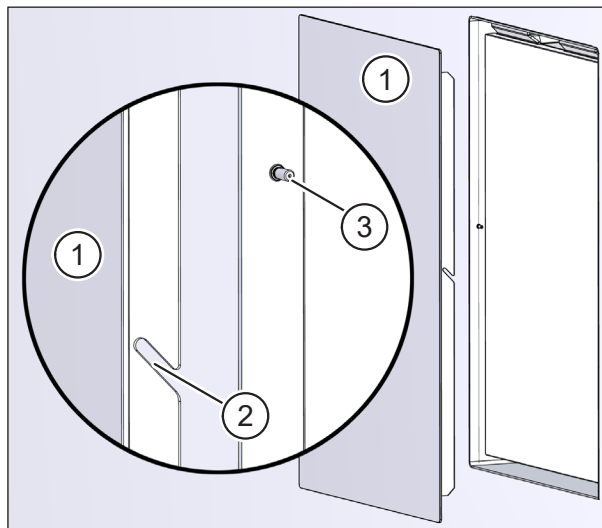

Fig. 45: Montarea plăcii de acoperire U²
- Îndepărtați resturile de tencuială și alte reziduuri, astfel încât placa de acoperire U² (elementul 1 în Fig. 45) să poată fi așezată pe peretele interior fără să rămână spații libere.
- ▶ Coborâți ușor placa de acoperire. Adânciturile (elementul 2 în Fig. 45) de pe plăcile de fixare glisează în jurul știfturilor (elementul 3 în Fig. 45) de pe cadrul casetei din perete.